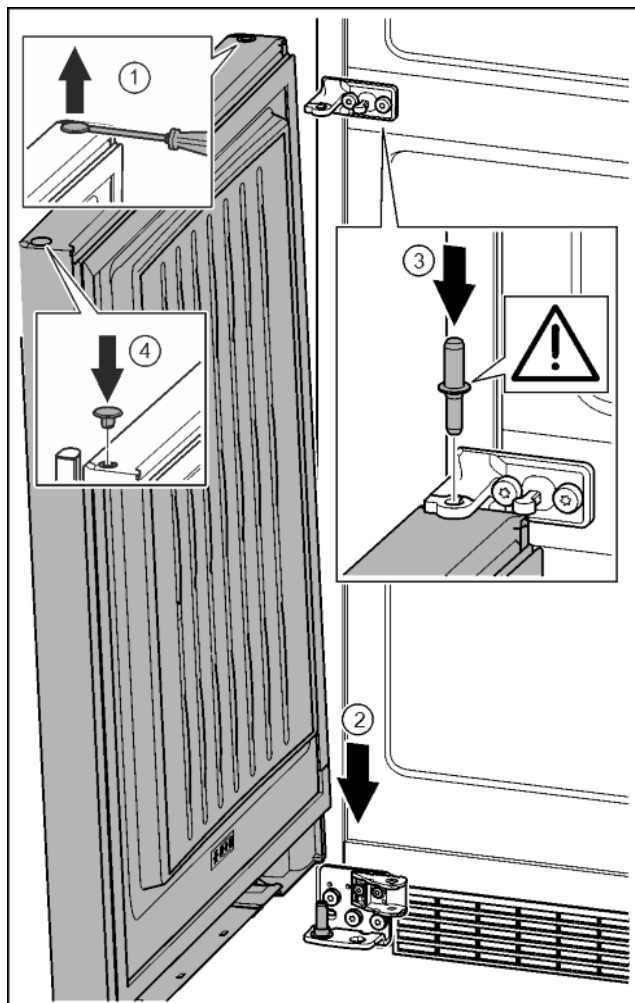

Fig. 40
- ▶ Con un cacciavite sollevare con attenzione i tappi ed estrarli. *Fig. 40 (1)*
- ▶ Appoggiare la porta dall'alto sul perno di supporto inferiore. *Fig. 40 (2)*
- ▶ Inserire il perno di supporto centrale attraverso il blocco di supporto centrale nella porta inferiore. Prestare attenzione che l'arresto sia rivolto verso il lato posteriore. *Fig. 40 (3)*
- ▶ Inserire nuovamente i tappi sull'altro lato della porta. *Fig. 40 (4)*